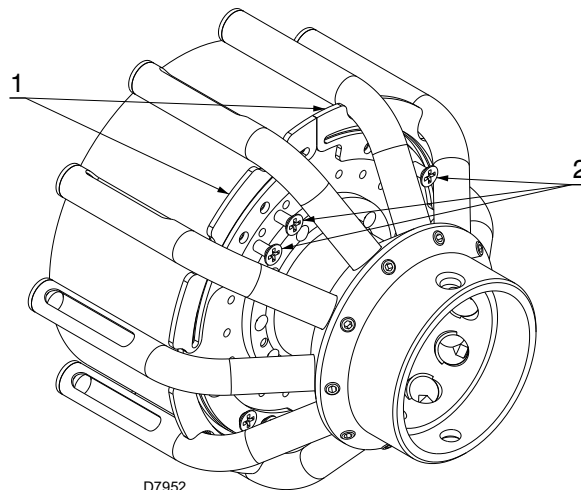

Fig. 17
- enlever les 8 vis 2)(Fig. 17) ;